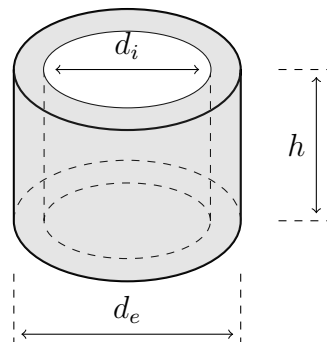

Figura 1
1. Utilizando apenas o paquímetro, determine as dimensões do diâmetro externo (d_e), diâmetro interno (d_i) e altura (h) do cilindro vazado, de acordo com a Figura 1.